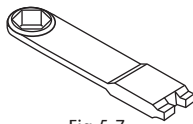

Fig 5.7
- Retire el disco central (exterior) de un lado con la herramienta accesoria CF771132 mostrada en (fig. 5.7) y retire el diafragma y el disco central (interior) de este lado.